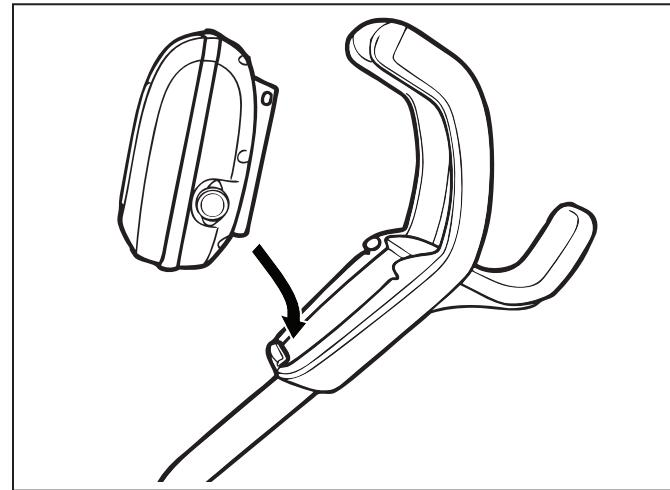

Figura 10. Alinee la unidad de control con el gancho del carrito
1. Coloque la parte inferior de la unidad de control con la muesca en la parte inferior del gancho de la unidad de control en el carrito (Figura 10).